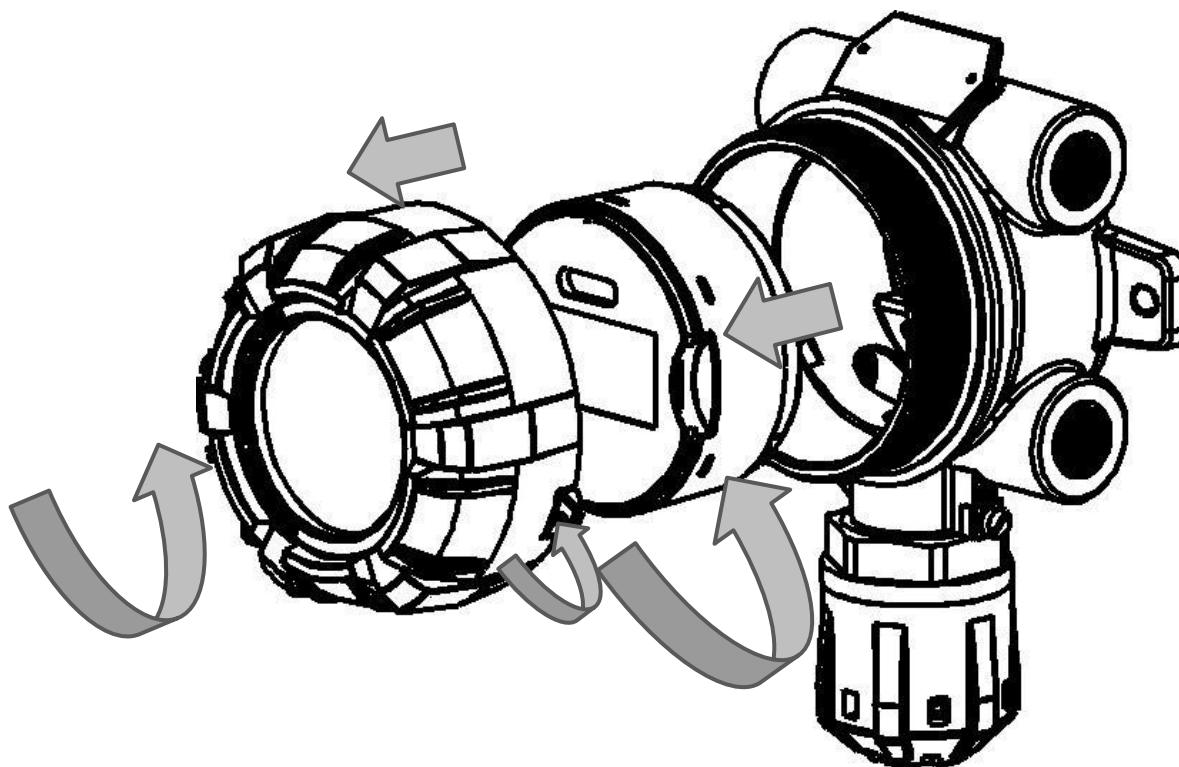

Рисунок 11– Схема разбора АХИОМ
- 1) Открутить стопорный винт в крышке газоанализатора (рис.11).